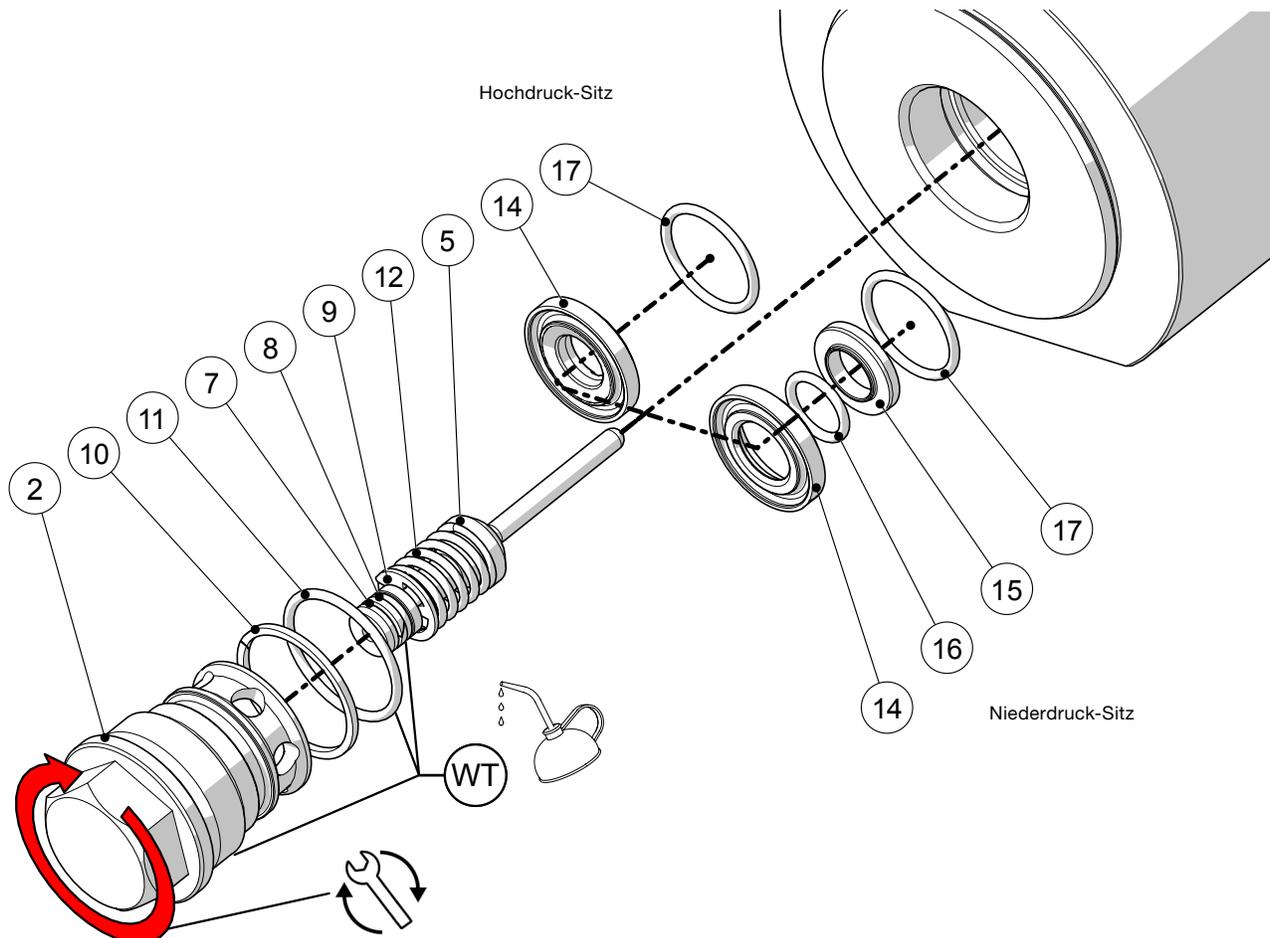

Abbildung 15
Siehe Abbildung 15.
1. Montieren Sie den Stützring (10) und den O-Ring (11) des Körperstopfens auf den Körperstopfen (2). Achten Sie auf die richtige Reihenfolge, wie in Abbildung 15 dargestellt.
2. Den O-Ring (11) des Körperstopfens und das Gewinde (2) des Körperstopfens leicht einfetten.
3. Den O-Ring (8) des Ventilkegels und die Umgebung des Ventilkegels (5) leicht schmieren.
4. Führen Sie die Ventilkegelbaugruppe vollständig in den Körperstopfen (2) ein.
5. Setzen Sie bei beiden Sitztypen den Sitz-O-Ring (17) auf den erhöhten Vorsprung auf der Rückseite des Sitzgehäuses (14).
6. Bei Niederdruck-Sitzen setzen Sie den O-Ring (16) und den Niederdruck-Sitzeinsatz (15) in das Sitzgehäuse (14) ein.
7. Setzen Sie die Sitzbaugruppe in den Körper ein und achten Sie darauf, dass der Sitz-O-Ring (17) zum Körper (4) zeigt.
9. Den Körperstopfen gemäß der nachstehenden Tabelle (2) anziehen.